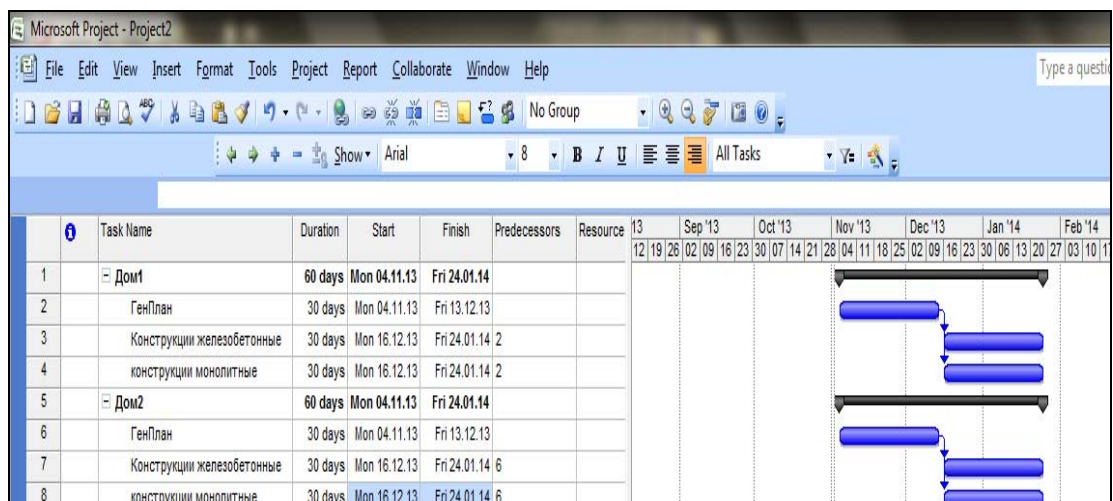

Рисунок 1 – Перечень задач для примера
5. Создаем стандартные связи. Рассмотрите последовательность предшествующих задач на рисунке 1 в окне диаграммы Ганта. Также просмотрите в левой части окна программы колонку «Предшествующие». Имеем примерно такую выполненную структуру проекта (рис. 1 и 2).